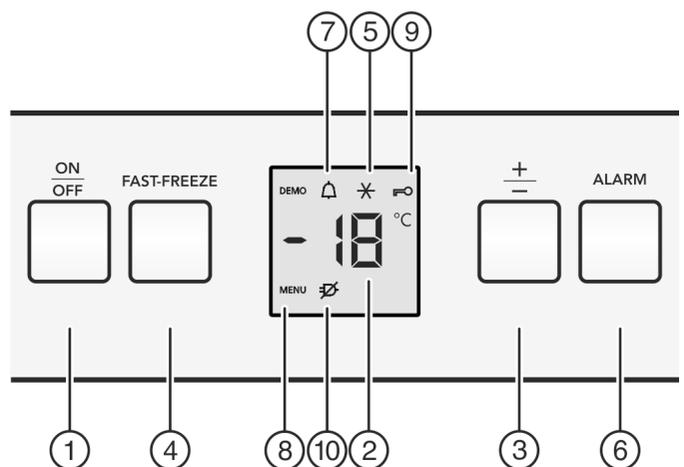

Fig. 2
- ▶ Taste On/Off Fig. 2 (1) drücken.
- ▷ Das Gerät ist eingeschaltet. Die Temperaturanzeige und das Symbol Alarm Fig. 2 (7) blinken bis die Temperatur kalt genug ist.
- ▶ Taste Fast-Freeze Fig. 2 (4) ca. 5 Sekunden drücken.
- ▷ In der Anzeige wird das Symbol Menu Fig. 2 (8) angezeigt.
- ▶ Mit der Taste Fast-Freeze Fig. 2 (4) kurz bestätigen.
- ▷ Das Symbol Kindersicherung Fig. 2 (9) leuchtet in der Anzeige.
- ▶ Die Taste On/Off Fig. 2 (1) kurz drücken.
- ▶ Taste Alarm Fig. 2 (6) drücken.
Gleichzeitig blinkt die Temperaturanzeige und das Symbol Alarm Fig. 2 (7).
Der Tonwarner verstummt automatisch, das Symbol Alarm Fig. 2 (7) geht aus und die Temperaturanzeige hört auf zu blinken, wenn die Temperatur wieder ausreichend kalt ist.